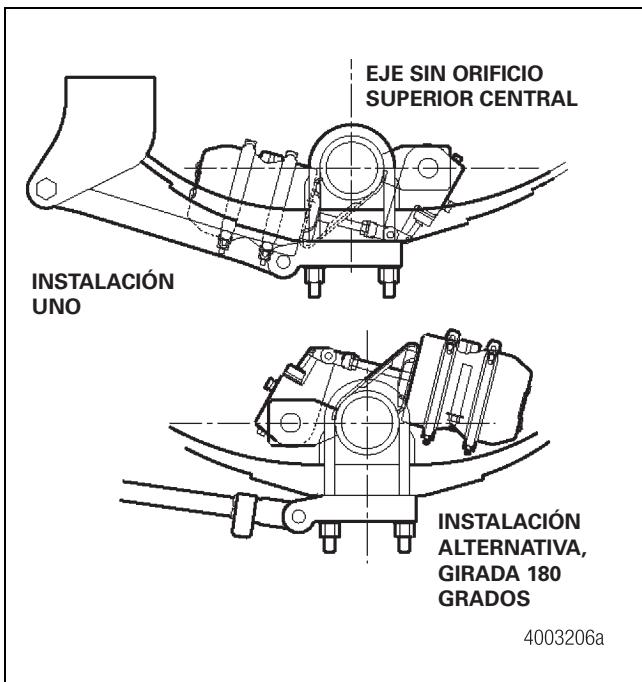

Figura 6.3
2. En los ejes que no tienen el mencionado orificio superior central, se puede girar el eje 180 grados. Por lo tanto, la parte superior e inferior del eje son intercambiables. Figura 6.3.
2. En los ejes que no tienen el mencionado orificio superior central, se puede girar el eje 180 grados. Por lo tanto, la parte delantera y la parte trasera del eje son intercambiables. Figura 6.3. Para estos modelos, guíese por las directrices de instalación de freno de esta sección.